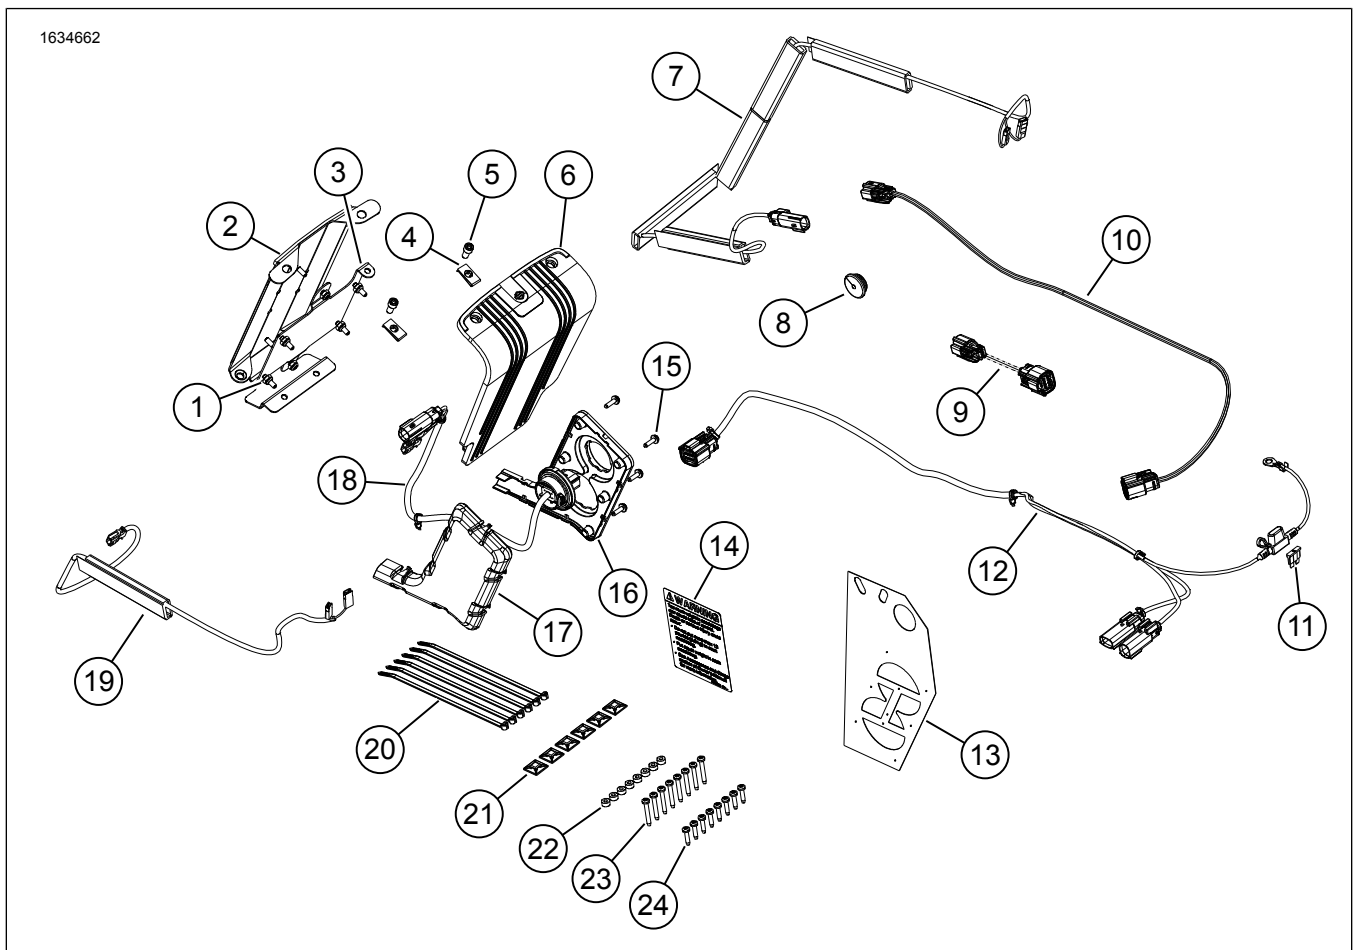

Figura 1. Contenido del kit: Bluetooth Audio por Rockford Fosgate
3. Figura 1 Instale la etiqueta de capacidad de la alforja (14).